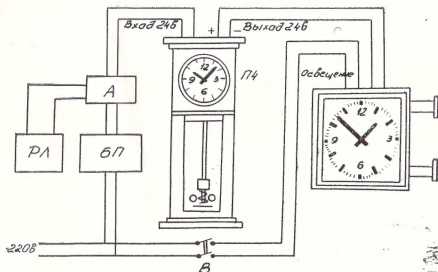

рис. 4 Схема подключения часов электрических
6.7. Подключите провода от электро часовой сети и осветительной сети к проводам, обозначенным соответственно 24 В и 220 В (рис. 4).